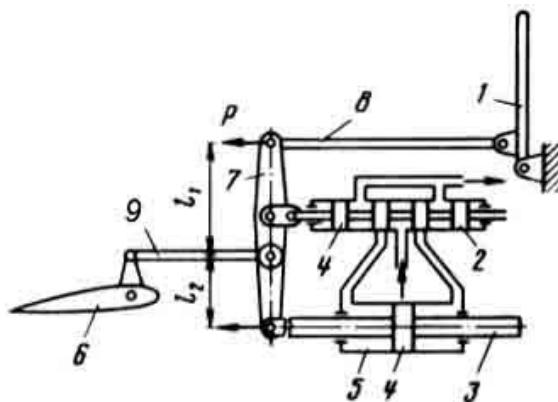

Рисунок 2 - Схема обратимого гидроусилителя:
*Задача 2.* Как изменится усилие на рычаге управления от действия шарнирного момента, если плечо  $l_2$  качалки увеличить, а плечо  $l_1$  уменьшить (см. рис. 2 )?